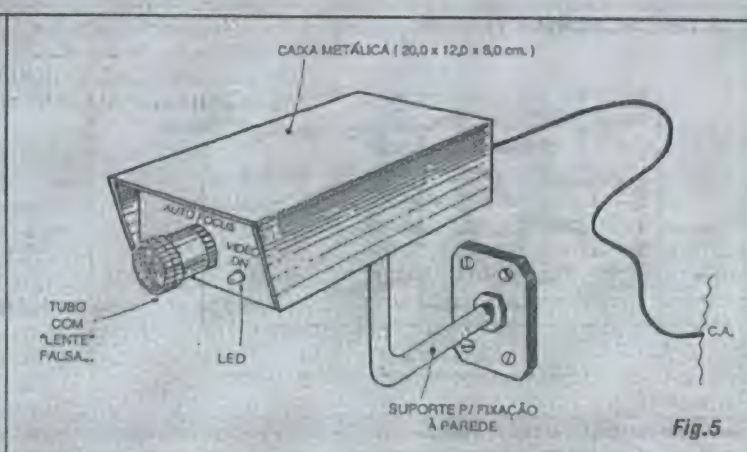

Fig. 5
- Material para a confecção da caixa, "lente", tubo da "lente", suporte, etc., da câmara falsa (ver FIGS. 5 e 6...)
- FIG. 5 - A CONSTRUÇÃO DA "CÂMARA"... - Procurem seguir tão fielmente quanto possível, as sugestões do diagrama, quanto à construção, aparência, dimensões, formas e acabamento da caixa da "câmara"... É bem provável que possa
O "espírito da coisa" já deve estar mais do que entendido pela turma... Com acabamento e fixação semelhantes aos sugeridos na FIG. 5, a câmara deverá ser posicionada estrategicamente, de modo que, simultaneamente, "aponte" para lugares "chave" e fique nitidamente visível aos *circunstâncias*! De **nada** adiantará, obviamente, instalar a "câmara" em "lugar secreto", uma vez que a dita cuja *não é* câmara "fosta" nenhuma! Para que o truque "psicológico" **funcione** a câmara deve ser ostensiva...!